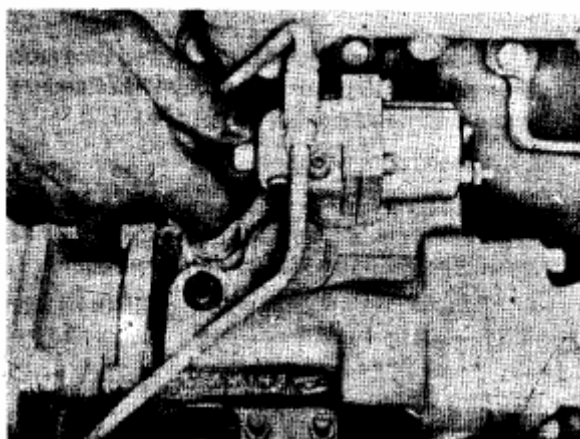

Рис. 1-9. Использование рукоятки ручной подачи топлива
3. Откройте ручной клапан подачи топлива, если Ваш двигатель оборудован таким клапаном. Рис.1-9. Электрический клапан подачи топлива откроется после того, как Вы поставите переключатель в положение ВКЛ (ON). Рукоятка ручного открывания клапана, расположенная на переднем торце электрического клапана, обеспечивает возможность его открывания в случае сбоя в энергоснабжении. Для обеспечения подачи топлива это ручку необходимо повернуть против часовой стрелки до упора. После того, как подача напряжения будет восстановлено, ее необходимо вернуть в нормальное положение.